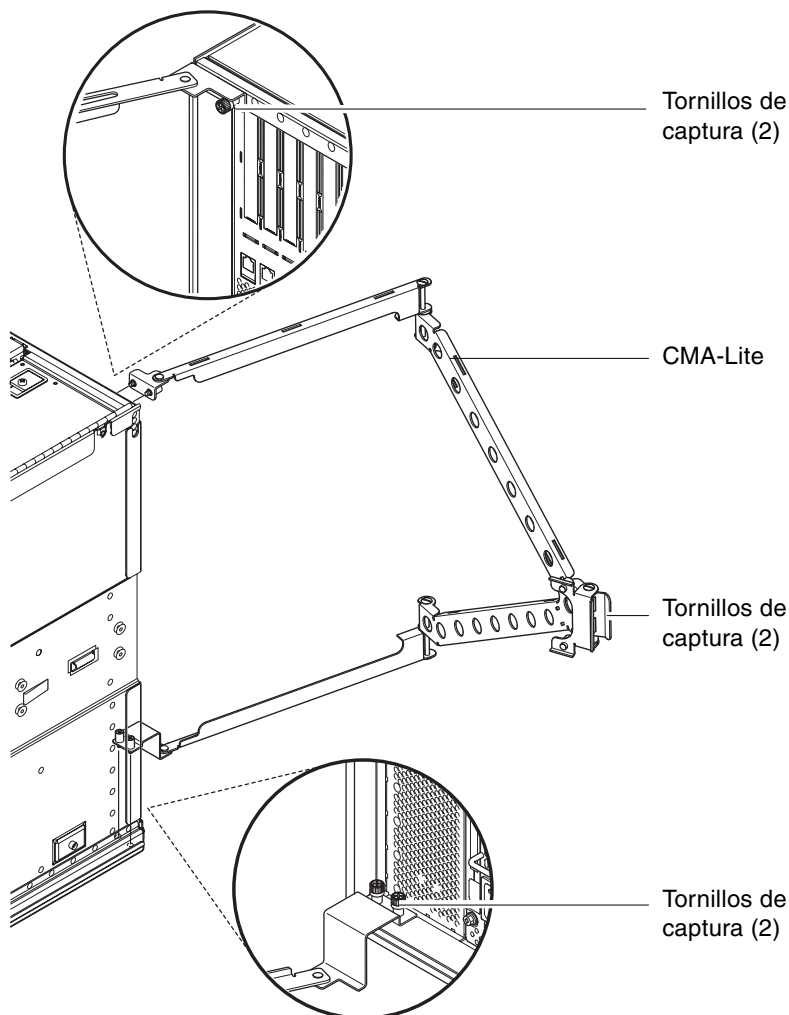

FIGURA 1-16 Abrazadera de gestión de cables CMA-Lite
1. Fije el punto de giro del extremo de la abrazadera superior en la parte posterior del sistema utilizando los dos tornillos cautivos (FIGURA 1-16).